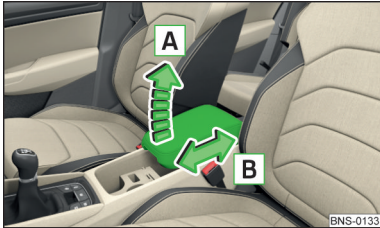

Abb. 73
- › Zur **Höheneinstellung** die Armlehne in Pfeilrichtung **A** in eine der Raststellungen anheben » Abb. 73.